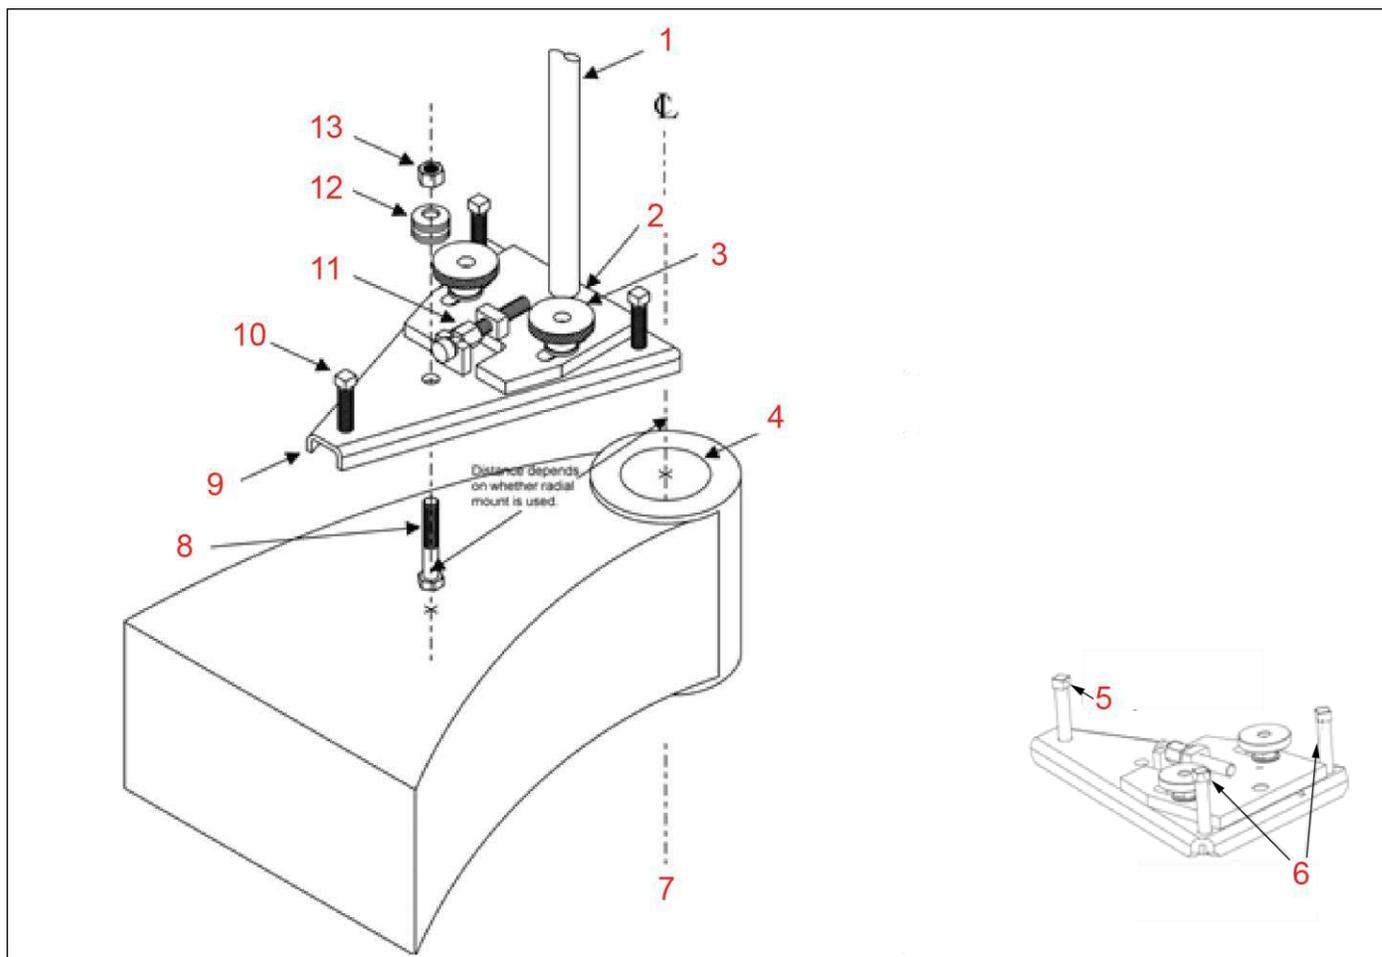

РИС. 3-1. РЕГУЛИРУЕМОЕ ОСНОВАНИЕ И КРЕПЕЖНОЕ ОБОРУДОВАНИЕ
2. Установите плиту регулируемого основания на крепежный болт, как показано на рис. 3-1 на стр. 35.